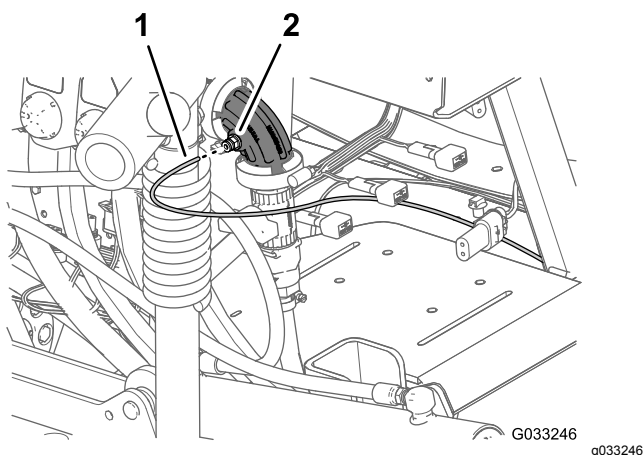
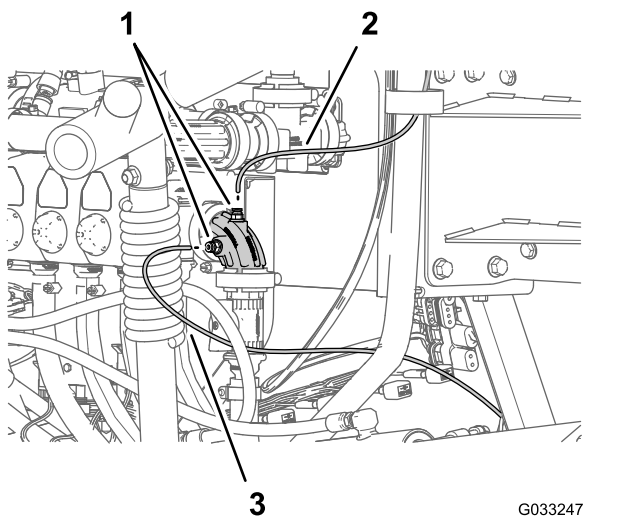

Рисунок 121
Рисунок 122
- Подсоедините конец трубки датчика давления (пластиковой) для манометра на приборной панели к запорному кольцу соединительной муфты (Рисунок 121 и Рисунок 122).
2. Вставьте трубку датчика давления в запорное кольцо до полной посадки трубки (Рисунок 121 и Рисунок 122).